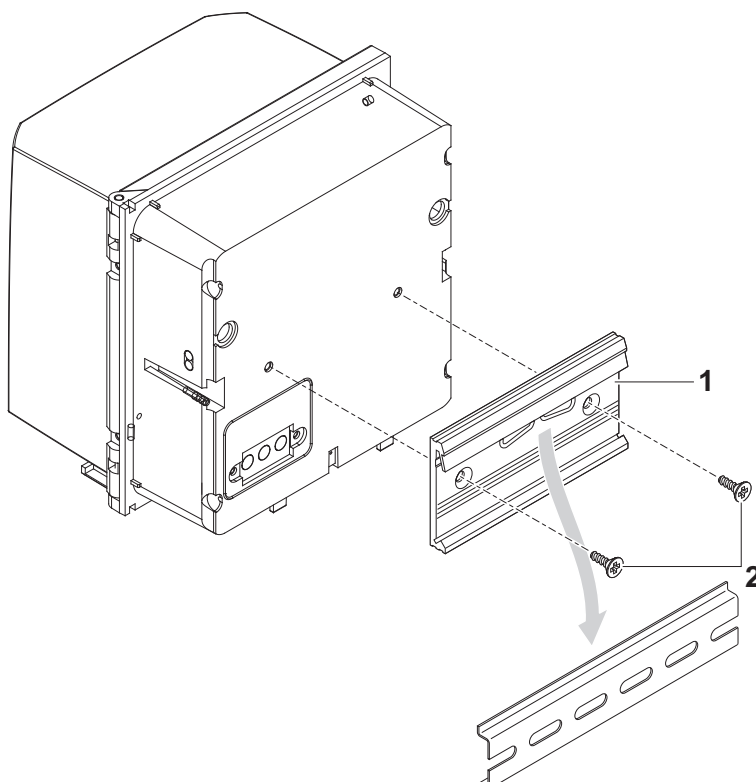

Fig. 3-9 Montaje del DIQ/S 28X en riel de sombrero
- 1 Atornille el conjunto de sujeción (pos. 1 en la Fig. 3-9) en la parte posterior del transmisor universal con los dos tornillos de rosca cortante de plástico (pos. 2).